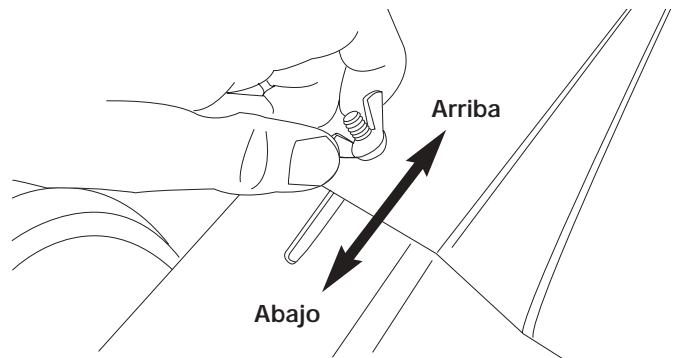

Fig. 14
2. Afloje (no retire) las dos tuercas de mariposa de la protección de las púas (Fig. 14).